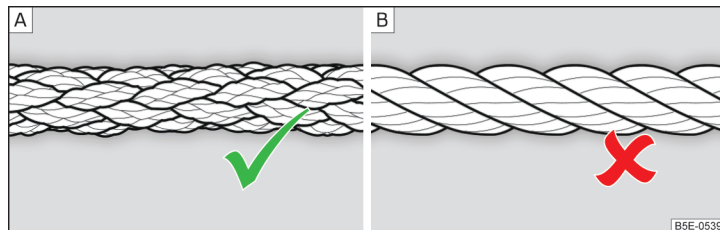

Рис. 156 Плетений буксирувальний трос / Витий буксирувальний трос
Для буксирування за допомогою буксирувального тросу використовувати тільки плетений із синтетичного волокна трос» Рис. 156 - »
- Для буксирування не використовується витий буксирувальний трос » **Рис. 156** - **В**, буксирувальна дужка на автомобілі може викрутитись, що може призвести до аварії.